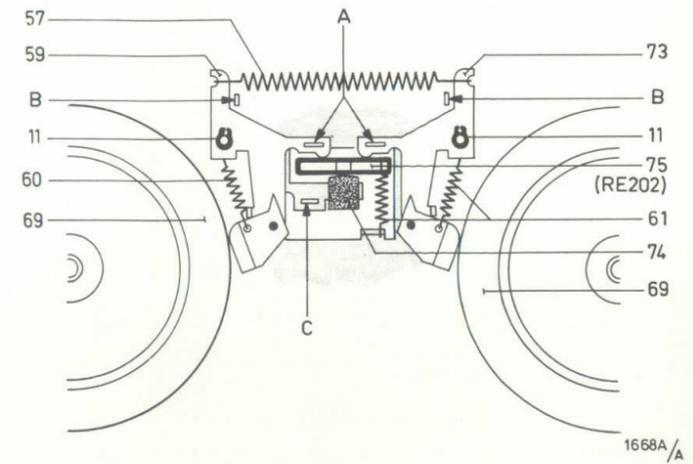

Fig. 12
Instelling van de remmagneet en remmen (fig. 12, 13)
- . Instellen door de lippen A te verbuigen. Zorg ervoor dat de afstand links en rechts gelijk is (fig. 12).
- . Instellen door lip C te verbuigen (fig. 12).
Instellen door veer 57 (fig. 12) in te korten, uit te trekken of te vervangen.